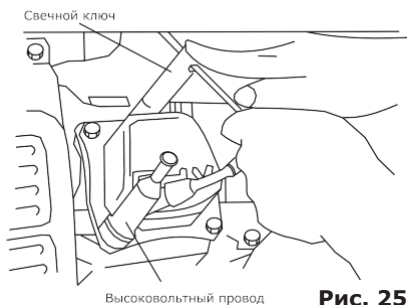
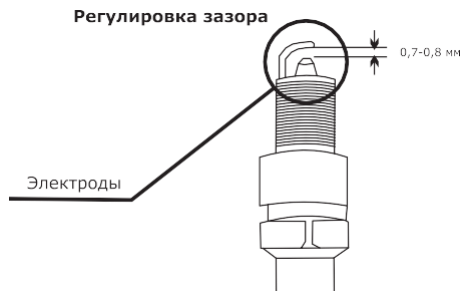

Рис. 25
Рис. 26
- Выверните свечным шестигранным ключом, входящим в комплект поставки (рис. 25), и осмотрите свечу (рис. 26). Электроды свечи должны иметь светло-коричневый цвет.
- Проверьте величину зазора между заземляющим и центральным электродами, используя специальный щуп. При необходимости установите зазор 0,76 мм (рис. 26).